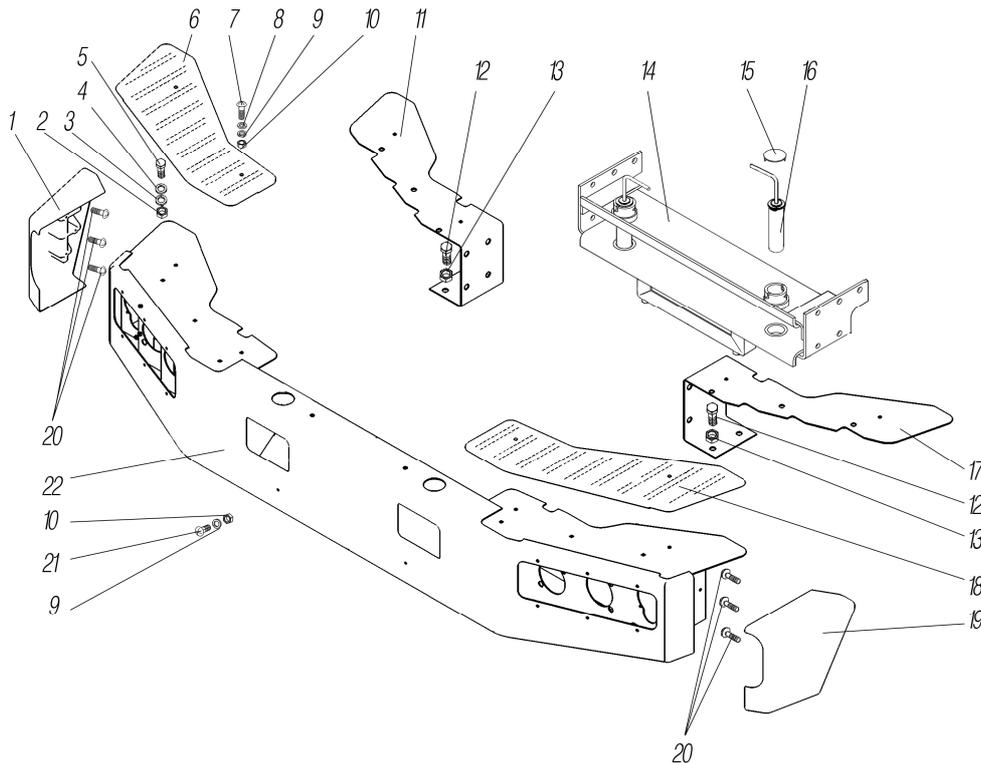

Рисунок 3.4
*⁴ См. рисунок 3.4, 3.5
See figure 3.4, 3.5